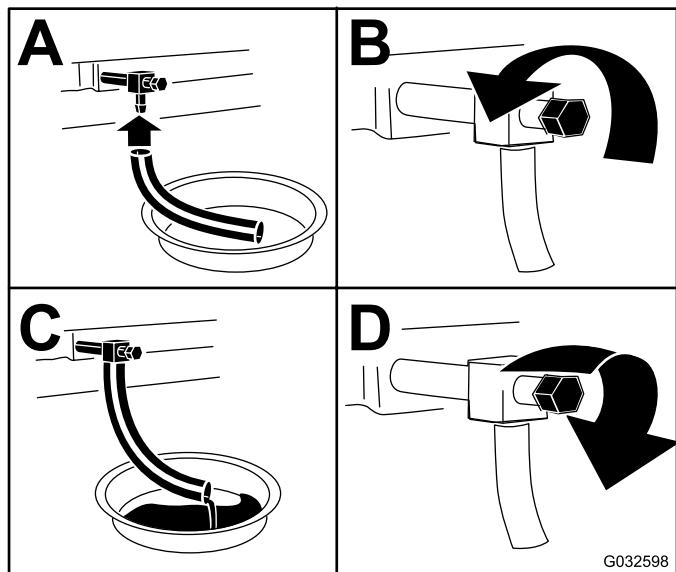

Figura 42
4. Cambiate l'olio motore come mostrato in Figura 42.